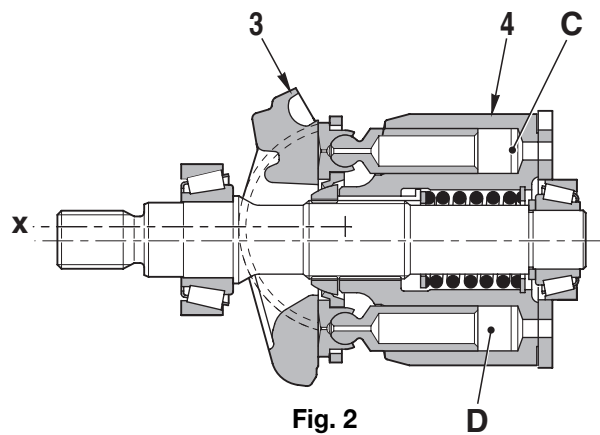

Fig. 2
3 - Quand l'axe X du plateau oscillant (3) et l'axe du bloc-cylindres (4) sont parallèles (angle d'inclinaison du plateau oscillant « α » = 0), la différence entre les volumes C et D dans le bloc-cylindres (6) devient 0 et les phases d'aspiration et de refoulement ne se font pas (Fig. 2).